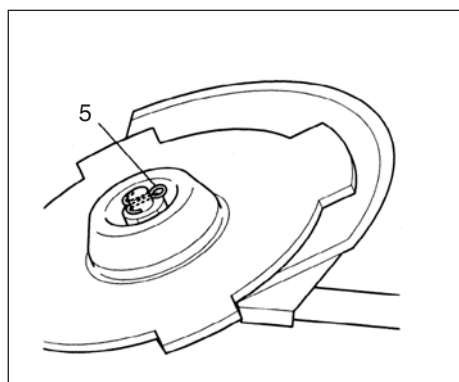

Fig. 1-10C
Si el aparato de usted es del tipo de tuerca trabada y provisto de una clavija hendida, hay que sujetar el cuchillo mediante un pasador de chaveta nuevo (5) que se monta cada vez. (Fig. 1-10C)